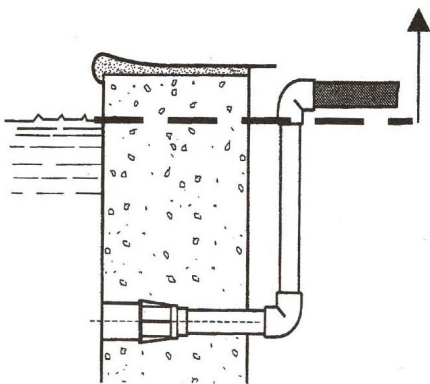

**Fig. 3**
2. Com a ajuda de uma broca, fazer um furo circular de 60 mm de diâmetro na parede do SPAS (Fig. 3).